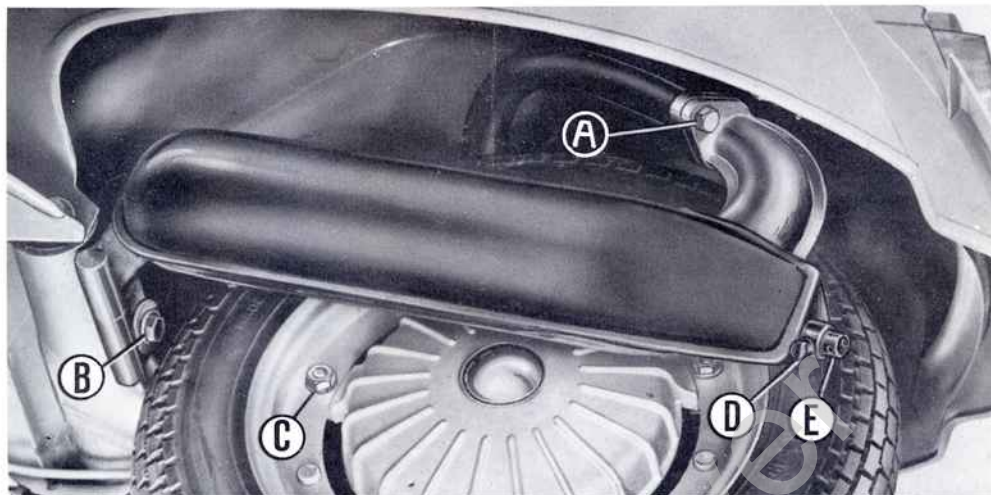

Fig. 15 - Smontaggio ruota posteriore del veicolo
Togliere il carburatore, la marmitta di scarico (fig. 15), la ruota posteriore (fig. 15), allentare il bullone di fissaggio sul braccio motore (n. 9, fig. 1), sganciare l'ammortizzatore posteriore e far ruotare il motore verso il basso per smontare la « cuffia ».
Per togliere la ruota posteriore (dadi di fissaggio « C », fig. 15) occorre prima ruotare la marmitta verso il basso mediante smontaggio dei fissaggi superiori « A » della marmitta (chiave a tubo da 13 mm.) e allentando il fissaggio « B » alla traversa (ved. fig. 15).
- 2) - Estrarre (agendo sulla vite « D ») il tubo di scarico « E » della marmitta (fig. 15) e disincrostare.